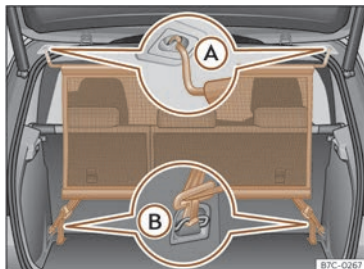

Fig. 167 Plasa de separare montată.
- Agățați plasa de separare la carcasa din stânga a plafonului >>> fig. 167 (A). Asigurați-vă că trageți în jos tija rabatabilă peste poziția superioară.
• Fixați peretele despărțitor de plasă pe carcasa din dreapta spate a plafonului, apăsând pe tija >>> fig. 167 (A).
• Fixați două cârlige ale plasei ale peretelui despărțitor de plasă pe inelele de ancorare din portbagaj >>> fig. 167 (B) și strângeți bine chingile.